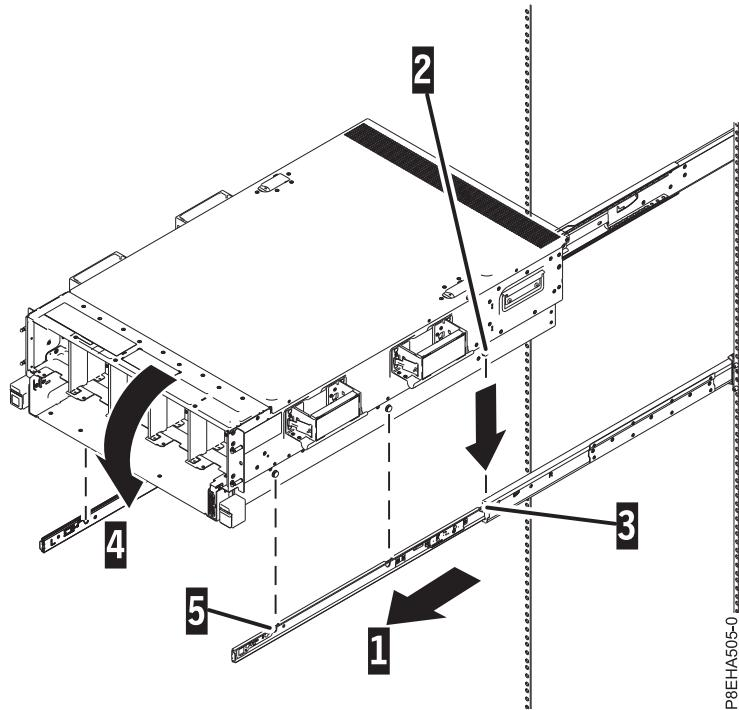

図 11. 取り付け用ハードウェアへのシャーシの取り付け
- 取り付け用ハードウェア (1) を、11 ページの図 11 に示すように拡げます。
4. 図 11 に示すように、背面シャーシ・ピン (2) が取り付け用ハードウェア (3) の背面の穴に差し込まれるように、システムの前面を斜めに上げます。
5. 図 11 に示すように、シャーシ・ピンが取り付け用ハードウェアの前面 (4 および 5) と中央の穴に差し込まれるようにシステムの前面を斜めに下げます。